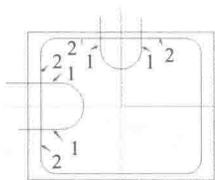
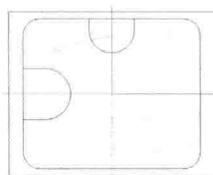

图 1-15 单一物体修剪次序
图 1-16 单一物体修剪结果
7) 使用“单一物体修剪”功能修剪多余直线段。单击工具栏中的“修剪/打断/延升”按钮，激活动态工具条中的“单一物体修剪”选项。“单一物体修剪”选项操作方法：先捕捉要被修剪对象的保留侧，再捕捉用于修剪的边界对象。如图1-15所示，按照“1→2”的次序进行捕捉，修剪后的结果如图1-16所示。